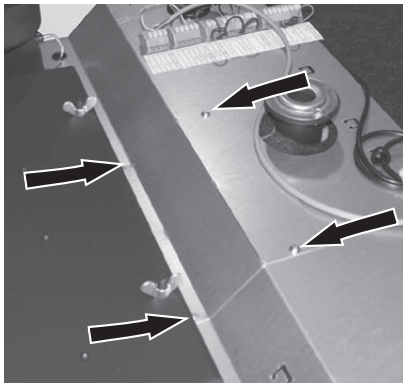
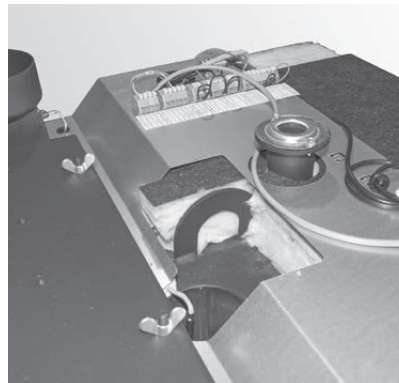

Fig. 18 4 Blechschrauben und Abdeckung über Kranöse entfernen
Fig. 19 Kranöse
- mit Öse und Kran durch Herunterheben – Fig. 18–Fig. 19.
Alternativ ist das Abheben des Kessels von der Palette auch mit Hilfe der Kranöse oben am Kessel möglich – Fig. 18.
- ▶ 4 Blechschrauben und Abdeckung über Kranöse entfernen – Fig. 19.